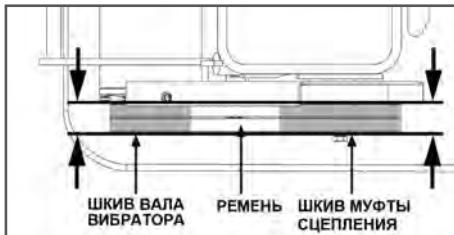

Рис. 32 Проверка плоскости шкивов и ремней
- Убедитесь, что ремни и шкивы вала вибратора и муфты сцепления находятся в одной плоскости (Рис. 32).
5. Сдвигая двигатель в сторону от вибратора, проверяйте натяжение ремней. При этом нужно контролировать, чтобы ремни и шкивы вала вибратора и муфты сцепления были в одной плоскости (Рис. 32).